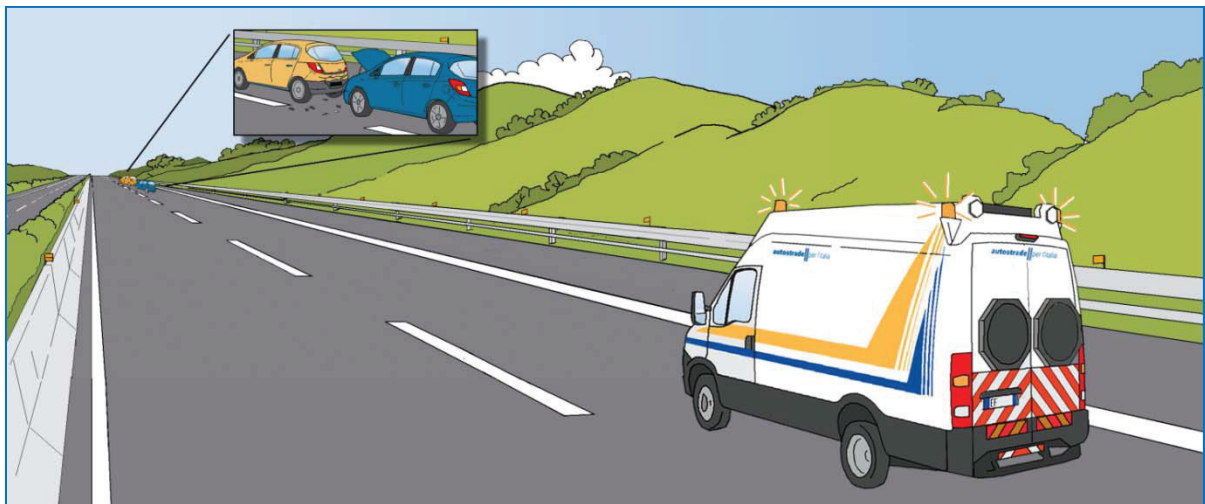

Fig.3
- attivare i dispositivi a luce gialla lampeggiante (fig.3)